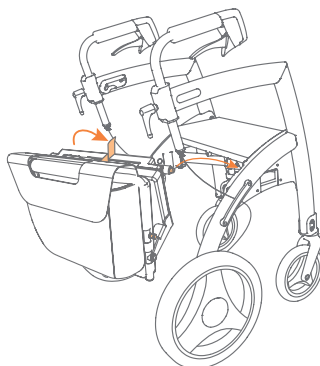
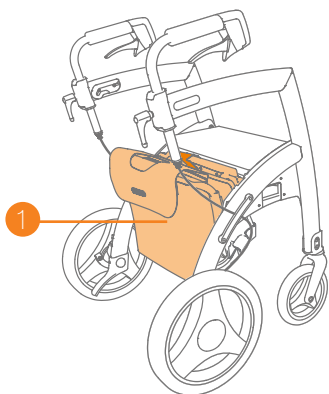

Figure 37: Attacher le kit fauteuil roulant.
Figure 38: Le kit fauteuil roulant fixé.
- c. Placez le kit fauteuil roulant Rollz dans les deux encoches situées derrière le siège (**Figure 37**) et (**Figure 38**).
- a. Fixez le kit fauteuil roulant dans le Rollz Motion Electric avant de sortir **(Figure 37)**.